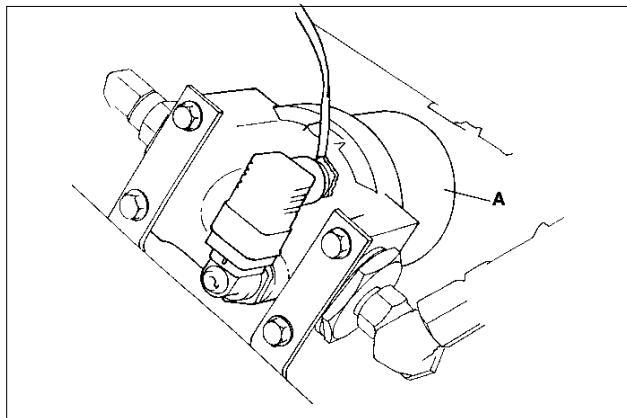

Fig.28
Change hydraulic suction filter as soon as warning light illuminates. Remove oil filter canister (A Fig.28) from beside the engine and discard, replace with new one.
Vervang het hydrauliekzuigfilter onmiddellijk wanneer het controlelampje oplicht. Verwijder de oliefilterbus (A afb. 28) en gooi de bus weg. Installeer een nieuwe oliefilterbus.
- (b) Câbles de freins (A fig.28)
- (c) Pivot central de l'axe (B fig. 28)